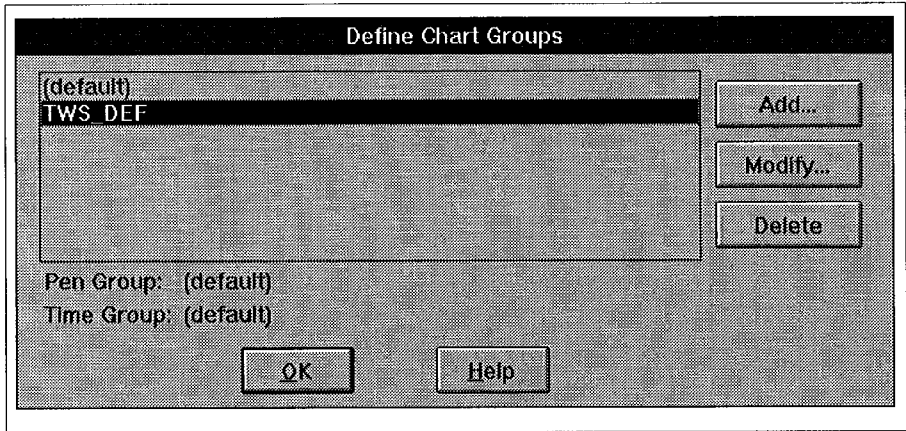

Figure 3-26 Boîte de dialogue Define Chart Groups - Définir groupes de graphiques
■ **Chart group (Groupe de graphiques).** Définit entre autre les couleurs des zones du graphique, la légende de référence et l'en-tête du graphique. Lorsque vous accédez à la boîte de dialogue de définition des groupes de graphiques (voir figure 3-26), la liste comprend déjà un graphique appelé **TWS_DEF**, mais il n'est pas configuré. Vous pouvez le personnaliser en utilisant le bouton 'Modify' (modifier).